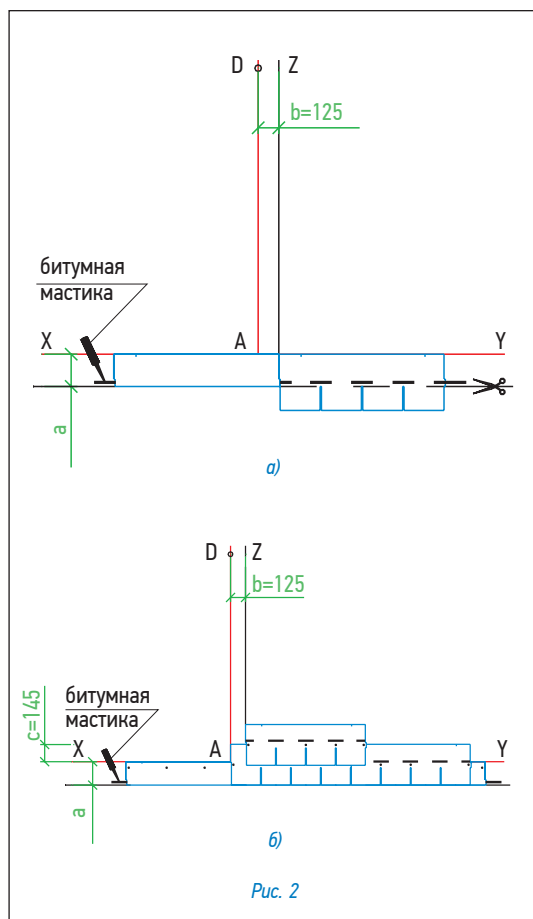

Рис. 2
Укладка материала (рис. 2)
- Начальный ряд формируется из специальной коньково-карнизной черепицы, либо из листов черепицы обрезанных по линии образованной конечными точками вырезов. Элементы начального ряда укладываются по линии карниза в обе стороны от линии Z (рис. 2а) и фиксируются по нижнему краю битумной мастикой, а по верхней кромке 4 гвоздями (ось гвоздей на 5 см ниже верхнего края полосы).
- далее первый ряд черепицы укладывается от линии AD (рис. 2б);
- второй ряд укладывается от линии Z (со смещением 12,5 см от AD) (рис. 2б);